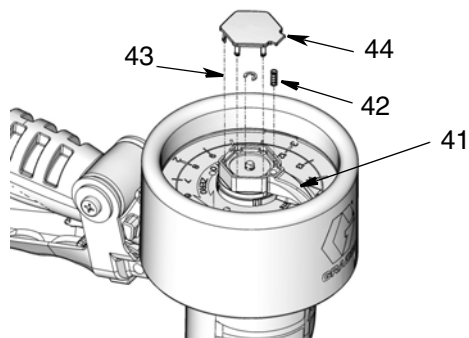

FIG. 25
6. Installare l'anello di tenuta piccolo (43), il perno del puntatore (41) e la molla del puntatore (42). Installare il coperchio (44). (FIG. 25).